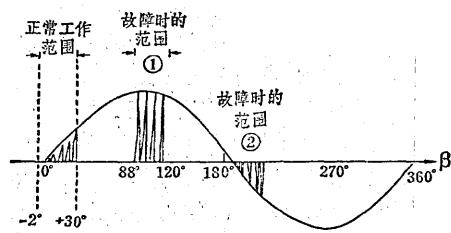

图 9
在-2°—30°范围内往复。旋转变压器次级输出的梯形电压的幅度基本上按线性（正弦函数的起始部分）变化，其变化范围较大，有正有负，如图9所示。所以高扫线在较大范围内摆动。
如果旋转变压器的初始位置不对，例如初级与次级空间位置平行，旋转变压器相当于在仰角88°—120°范围内工作，其波形如图9①所示。由于初、次级平行，天线仰角为0°时，实际上相当于在90°，旋转变压器一开始就有较大输出。当天线再作俯仰时，旋转变压器的输出幅度变化不大（因为幅度包络在正弦函数90°附近），因此从荧光屏上看高扫线在一个很小范围内摆动。同时，由于限制电路的作用，当输出梯形电压幅度大后，其顶部亦被限制掉，高扫线往复摆动范围显得更窄。
在正常情况下，天线从0°往上仰时，高度锯齿电流放大器G24、G25栅极应加上幅度按正弦函数-2°—30°增大的正梯形电压。现在的故障现象为：天线从0°往上仰时，高扫线向下偏扫。说明这时加到G24、G25栅极的是负的梯形电压，即故障时的工作范围相当于仰角188°—210°（见图9②）。